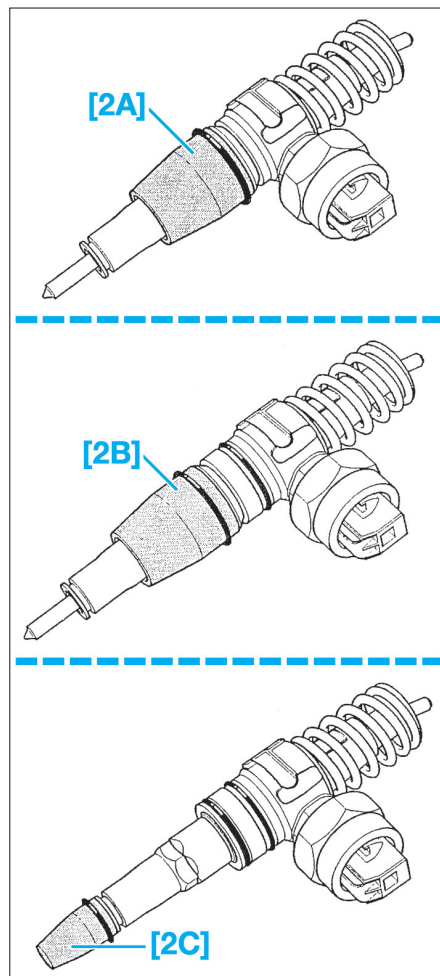

Fig. 24
- [2A], [2B], [2C]. Douilles de montage pour joint torique réf : T10 056/1,2,3. (Fig.24).
- À l'aide de douilles appropriées (kit d'outils [2]), monter des joints toriques neufs et préalablement lubrifiés sur l'injecteur-pompe, en veillant à ne pas les vriller (Fig.24).